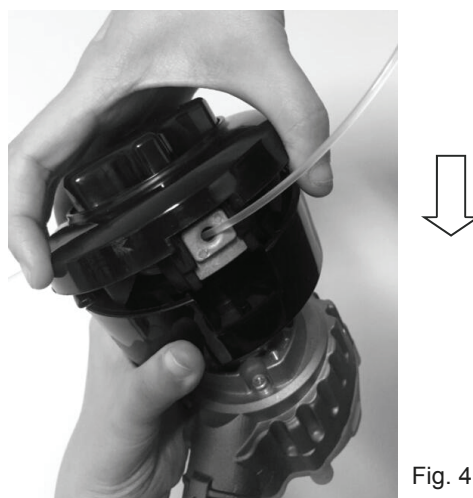

Fig. 4
- Réinstallez le dévidoir dans le protège-dévidoir en s'assurant qu'il est fermement verrouillé en place. (Voir la Fig. 4)